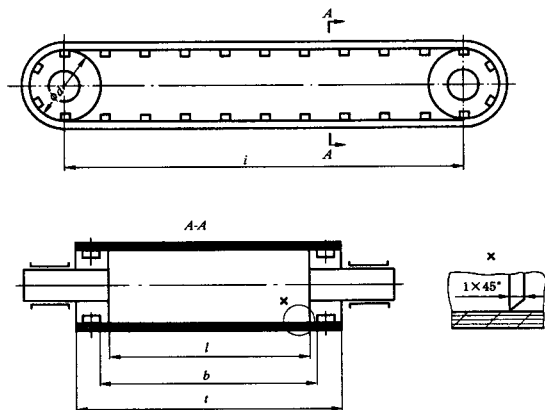

图 1 安装在罗拉上的搓条胶板
- c) “2 符号……见图 1。”改为“2 符号(见图 1)”;
- e) 图 1 中剖面符号“A-A”改为“A-A”,表示剖切位置的细点划线改为两条短粗实线;
2 符号(见图 1)